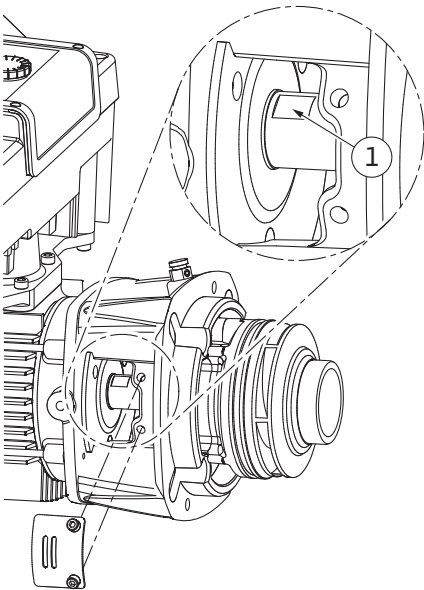

Fig. 110: Mil üzerindeki anahtar yüzeyleri
14. Braket penceresine açık ağızlı bir anahtar (22 mm) yerleştirin ve mili anahtar yüzeylerinde tutun (Fig. 110, Poz. 1). Çark somununu (Fig. I, Poz. 22) çıkarın. Çark (Fig. I, Poz. 21) otomatik olarak milden çıkarılır.
3. Braket penceresine açık ağızlı bir anahtar (22 mm) yerleştirin ve mili anahtar yüzeylerinde tutun (Fig. 110, Poz. 1).
10. Açık ağızlı anahtarı (32 mm) braket penceresine (Fig. IV, Poz. 38) yerleştirin ve mili anahtar yüzeylerinde tutun (Fig. 110, Poz. 1). Çarkı, rondelalar ve somun ile birlikte monte edin. Somunu sıkın. Mekanik salmastranın eğrilerek zarar görmesini önleyin.